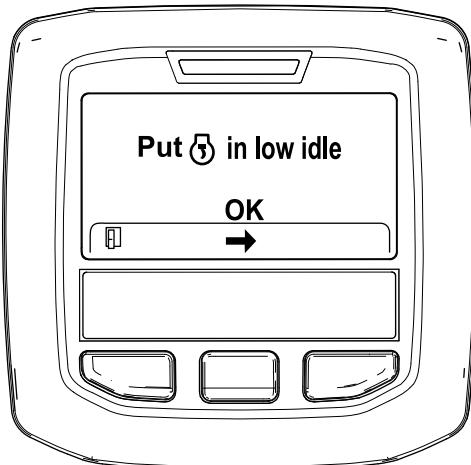

Figura 34
6. Mova o controlo da aceleração para RALENTI BAIXO e prima o botão central (Figura 34).